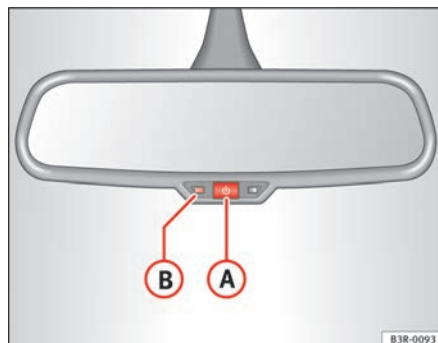

Fig. 102 Retrovisor interior con ajuste para posición antideslumbrante: Testigo de control e interruptor
- Pulse la tecla **A** ⇒ fig. 102. El testigo de control **B** se apaga.
- Pulse la tecla **A** ⇒ fig. 102. El testigo de control **B** se enciende.